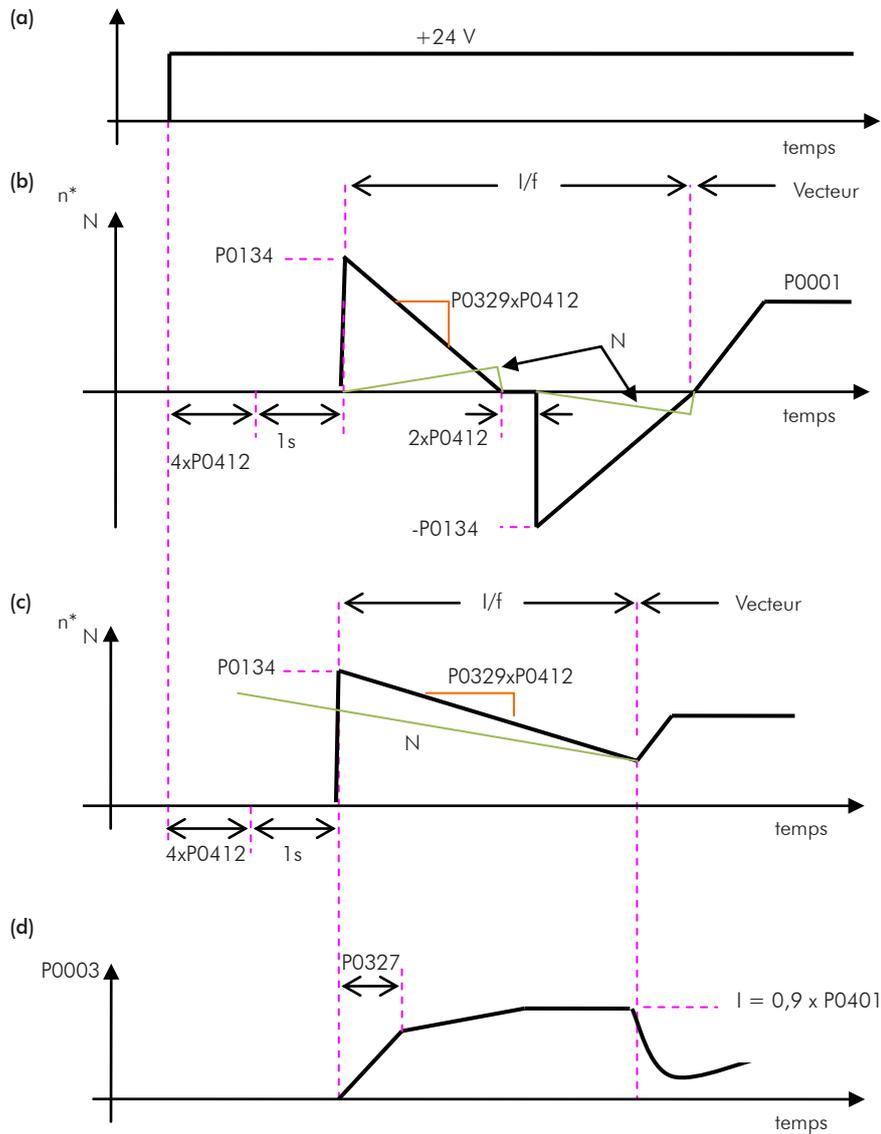

Figure 14.6: (a) à (d) - Influence de P0327 et P0329 pendant le démarrage à la volée (P0202 = 3)
Le comportement de la fonction Flying Start (FS) en mode sans capteur pendant l'accélération et la réaccélération peut être compris à partir de la Figure 14.6 à la page 14-15.
La Figure 14.6 à la page 14-15 \(b\) montre le comportement de la référence de vitesse lorsque la fonction FS est démarrée avec un arbre moteur arrêté et une petite valeur P0329 (non optimisée).
La Figure 14.6 à la page 14-15 (c) montre la référence de vitesse lorsque la fonction FS est lancée avec l'arbre du moteur tournant déjà dans la direction souhaitée, ou avec l'arbre arrêté et un P0329 déjà optimisé.